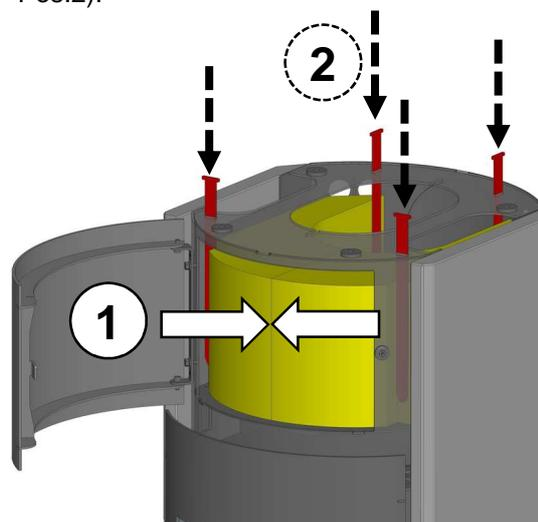

Abb. 12: Sicherungsstifte montieren
7. Die beiden Speichersteine im vorderen Bereich zusammenschieben (Abb. 12 Pos.1) und gerade positionieren. Dann die vier Stifte zur Sicherung der Speichersteine wieder einführen (Abb. 12 Pos.2).